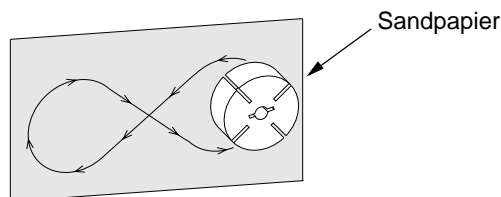

Abbildung 25 - Abschmiegeln des Rotors
14. Feines Sandpapier (600 Körnung) auf einer flachen Oberfläche auflegen. Den Rotor viermal leicht mit einer "8er-Bewegung" abschmiegeln (siehe Abb. 25).